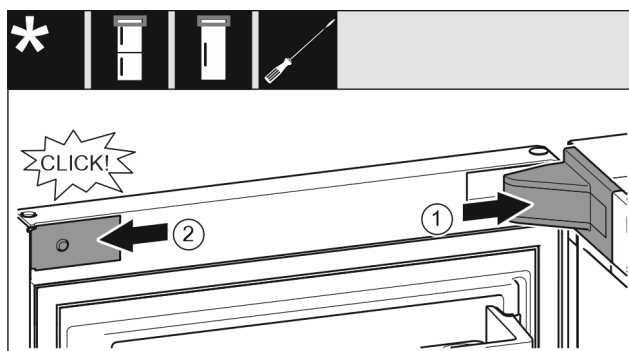

Fig. 20
- ▶ Applicare la copertura del blocco di supporto e innestarla, se necessario premere con cautela. Fig. 20 (1)
- ▶ Applicare il pannello lateralmente e innestarlo. Fig. 20 (2)